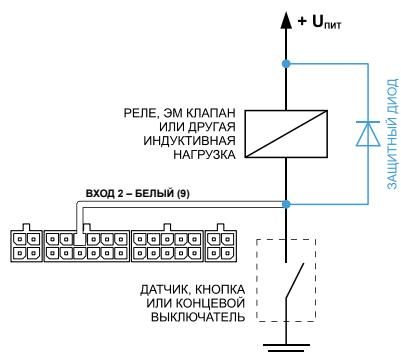

Рис.16. Схема подключения защитного диода
- 1. Защитный диод** (Рис.16) – устанавливается параллельно индуктивной нагрузке. При этом ток защитного диода ( $I_{диода, прямой}$ ) должен быть не менее  $1.5 \cdot I_{удержания\ катушки}$ . Если ток удержания катушки неизвестен или есть сомнения, следует использовать схему включения с защитным реле.